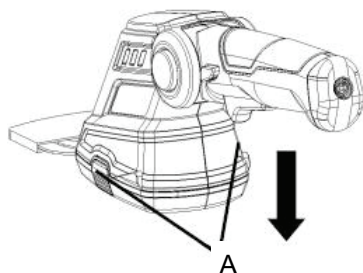

Fig. 1
1. Appuyez sur le bouton de dégagement de la lame (A) et faites glisser la lame vers le bas pour la retirer, comme indiqué. (Fig. 1)
3. El indicador de carga LED (A) emite una luz roja para señalar que el paquete de la batería se está cargando. Cuando el indicador de carga LED rojo se apaga, la batería está cargada por completo.